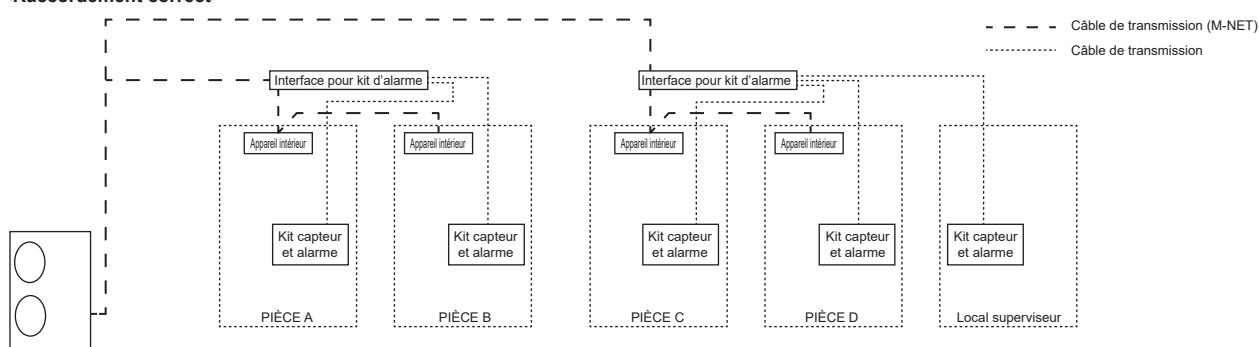

Fig. 5-4
- Lors de l'utilisation de plusieurs interfaces d'alimentation électrique pour kit d'alarme, l'appareil intérieur et le kit capteur et alarme installés dans une même pièce doivent être raccordés à la même interface d'alimentation électrique pour kit d'alarme. (Voir Fig. 5-4.)